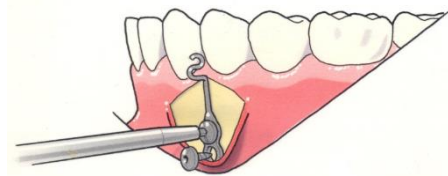

Fig. 3
La plaque d'ancrage peut être précourbée délicatement pour que la plaque épouse parfaitement la forme de l'os cortical. La courbure est limitée entre les trous supérieur et inférieur. Introduire la première vis autoperceuse (Surgi-Tec recommande une longueur de 5 mm, Ø 2.0 mm, ref. 70-505S) dans le trou supérieur de l'ancrage mais sans la serrer complètement pour pouvoir donner un peu de rotation à l'ancrage. Introduire la deuxième vis autoperceuse (Surgi-Tec recommande une longueur de 5 mm ou 7 mm, Ø 2.0 mm, ref. 70-505S ou 70-507S) (fig. 3).